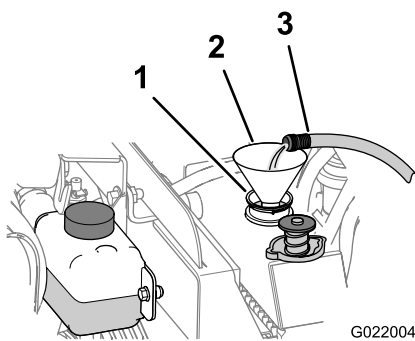

Figure 104
- B. Remplissez le radiateur d'eau propre (Figure 104).